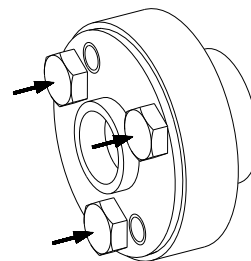
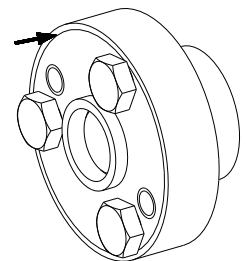

Bild 7: Anziehen der Spanschrauben
Bild 8: optische Kontrolle
- Danach Spanschrauben stufenweise in mehreren Umläufen gleichmäßig der Reihe nach solange anziehen (siehe Bild 7), bis die vorderen, schraubkopfseitigen Stirnflächen des Außen- und Innenringes fluchten. Das korrekte Verspannen von Außen- und Innenring kann somit optisch überprüft werden (siehe Bild 8).